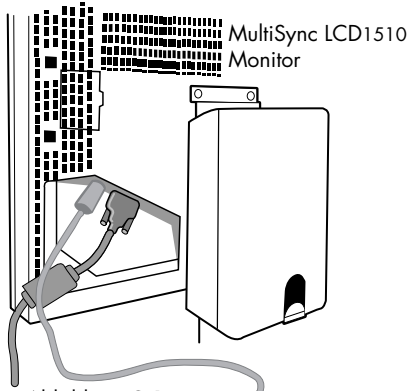
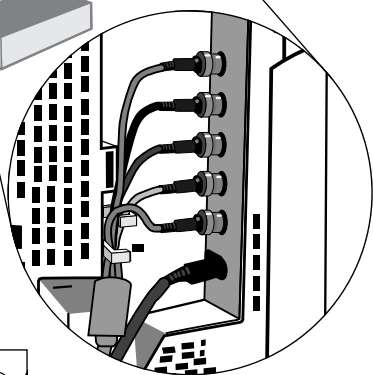

Abbildung C.1
Abbildung D.1
3. **Beim MultiSync LCD1510 und MultiSync LCD1510V:** Schließen Sie den 15-poligen Mini-D-SUB-Stecker des Videosignalkabels und des AC-Adapter-Kabels an die entsprechenden Buchsen an der Rückseite des Monitors (**Abbildung C.1**) an. **Beim MultiSync LCD2010:** Nehmen Sie die Abdeckung auf der Rückseite des Monitors (**Abbildung D.1**) ab. Schließen Sie die BNC-Kabel und das AC-Adapter-Kabel an die entsprechenden Buchsen an der Rückseite des Monitors an. Schließen Sie das rote BNC-Kabel an die mit R gekennzeichnete, das grüne BNC-Kabel in die mit G/Sync und das blaue BNC-Kabel an die mit B gekennzeichnete BNC-Buchse des Monitors an. Wenn Sie eine vierte BNC-Buchse (Composite Sync) haben, stecken Sie diese in die mit H/CS gekennzeichnete Buchse am Monitor. Wenn Sie eine fünfte BNC-Buchse (Vertical Sync) haben, stecken Sie diese in die mit VS (**Abbildung D.1**) gekennzeichnete BNC-Buchse. Legen Sie die 15-polige VGA zum BNC-Kabel unter Klammer A (**Abbildung D.1A**). Legen Sie dann die 15-polige VGA zum BNC-Kabel unter die Klammer B (**Abbildung D.1B**). Befestigen Sie wieder die Abdeckung an der Rückseite des Monitors.